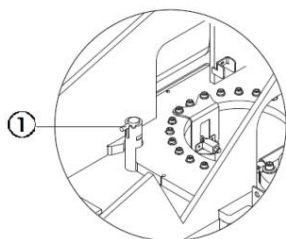

Fig. 10-1 Pasador de bloqueo giratorio de la mesa giratoria
- 1) La mesa giratoria debe bloquearse con un pasador de bloqueo giratorio cada vez que se transporta la máquina, como se muestra en la Fig. 10-1.